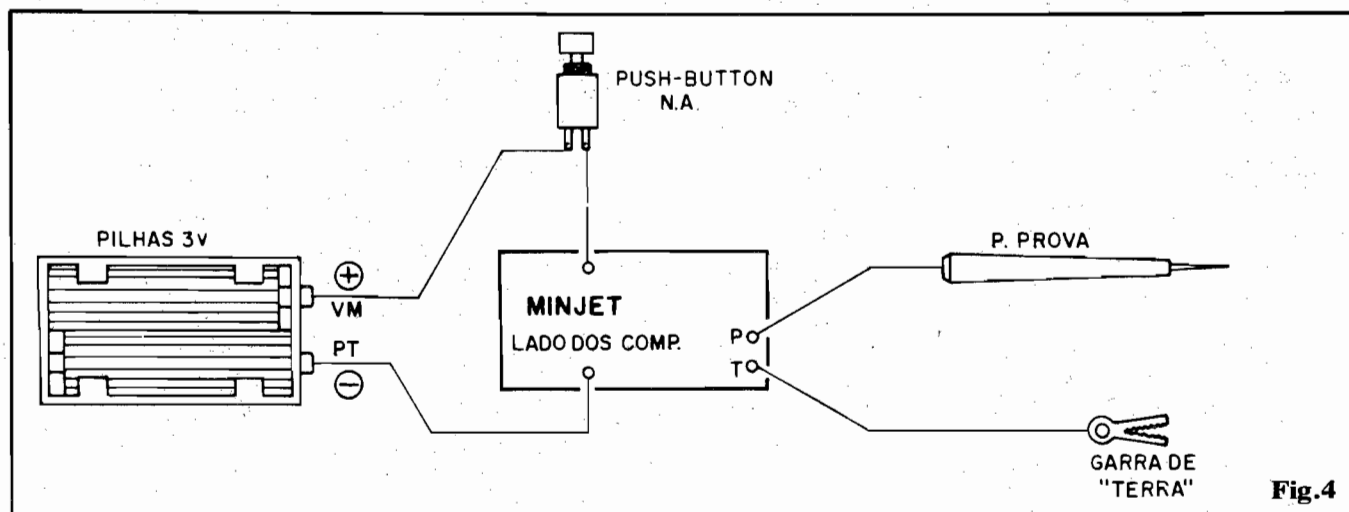

Fig.4
- FIG. 4 - CONEXÕES EXTERNAS À PLACA - O Circuito Impresso continua visto pelo seu lado "sem cobre" (face onde ficam os componentes), porém enfatizando-se agora apenas as conexões externas... Atenção aos seguintes pontos:
- **FIG. 4 - CONEXÕES EXTERNAS À PLACA** - São poucas e simples as ligações extra-placa: basicamente a alimentação (atenção à polaridade), sendo que o **push-button** deverá ser intercalado na cabagem do positivo (fio vermelho do suporte de pilhas), a
- FIG. 4 - "CHAPEADO" DA MONTAGEM - Vista da placa, pelo lado não cobreado, todos os